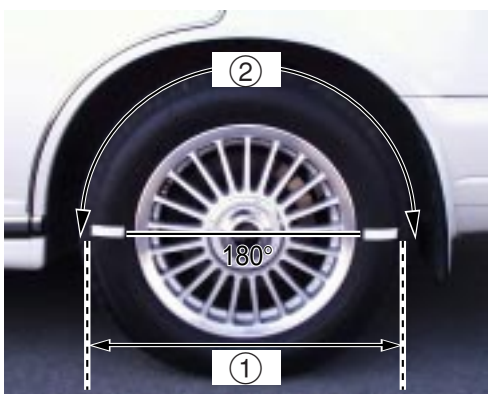

Fig. 1
- Magnetized range 180° (±15°) (Fig. 1,2)
- Magnetism removal range 180° (±15°) (Fig. 1,2)
- Select the tire to be magnetized and mark it. Use tape or another convenient item to apply marks at 180° (±15°) (from a point at the center of the wheel) with the portion of the tire that rests on the ground centered between the marks. (Fig. 1)
- The range of 180° (±15°) between the marks will be the magnetized range (1) and the remaining range of 180° (±15°) will be the range (2) over which the magnetism is removed. (Fig. 1,2)
- Zone magnétisée 180° (±15°) (Fig.1,2)
- Zone à démagnétiser 180° (±15°) (Fig.1,2)
- Sélectionner le pneu à magnétiser et le marquer. Utiliser du ruban adhésif ou tout autre moyen pratique pour tracer sur le pneu deux marques à 180° (±15°) (par rapport au centre de la roue) de part et d'autre du point de contact avec le sol. (Fig. 1)
- Le secteur de 180° (±15°) entre les marques sera la partie à magnétiser (1) et les 180° (±15°) restants sera celle (2) devant être démagnétisée. (Fig. 1,2)